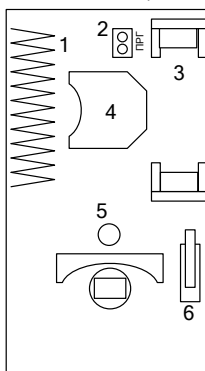

Рисунок 6
4.8. Органы управления, используемые при конфигурировании извещателя, расположены на лицевой стороне печатной платы извещателя (см. **Рисунок 6, стр.56**).